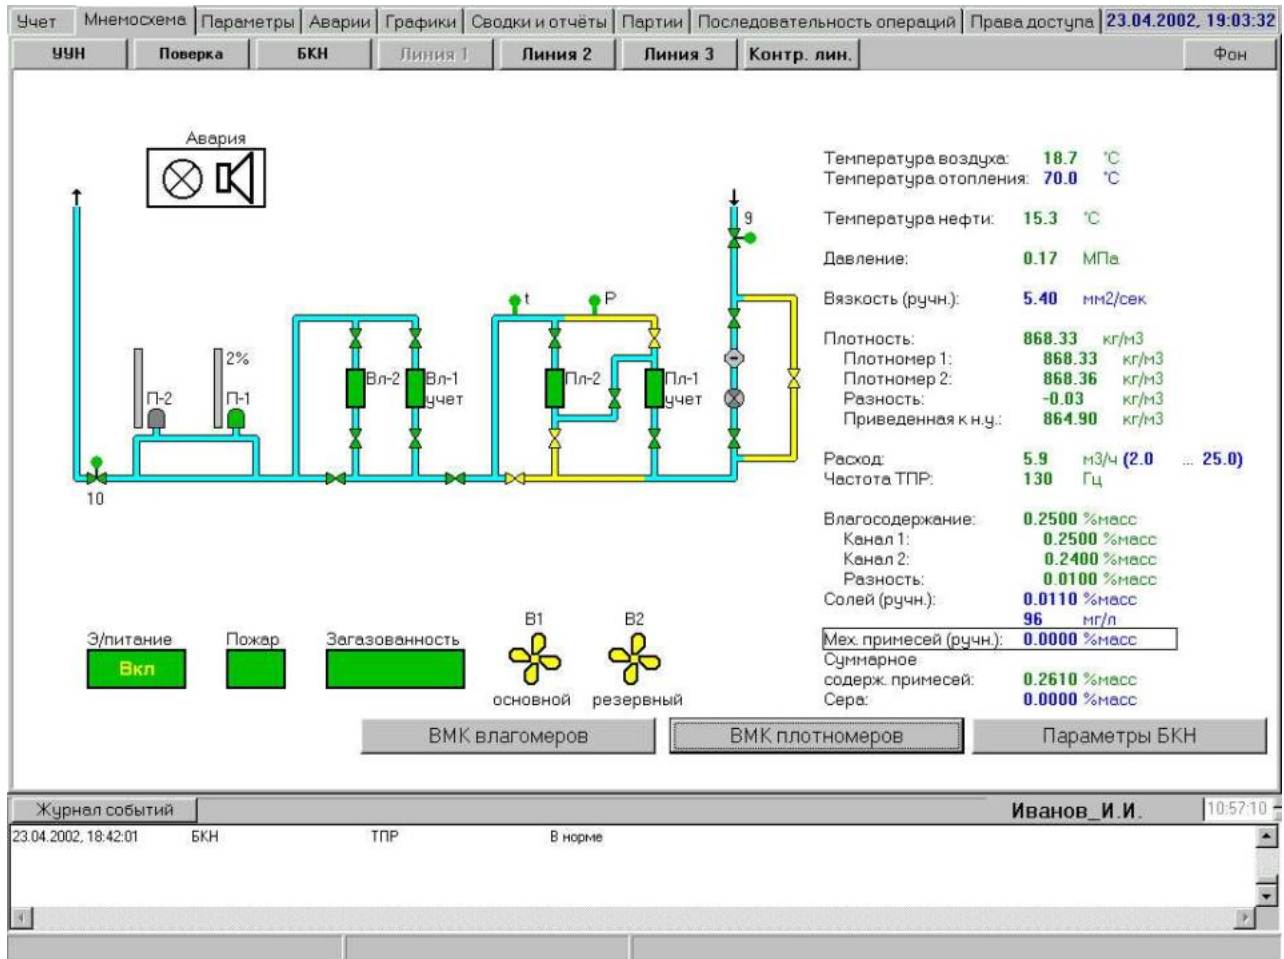

Рис. 9 - Экран «БКН»
3.5.1.1 Экран (мнемосхема) «БКН» (Рис. 9) отображает: